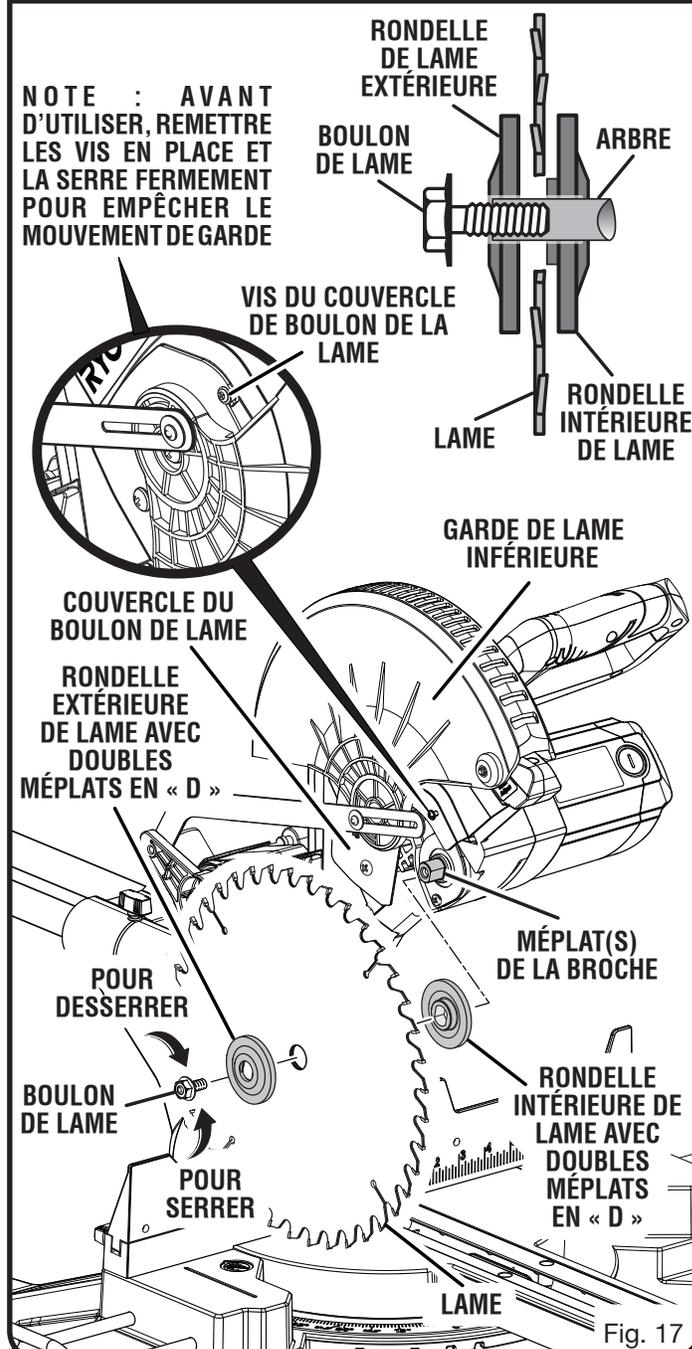

Fig. 17
- Engager la lame dans la garde inférieure et sur l'épaulement de la rondelle intérieure. Les dents doivent être orientées vers le bas à l'avant de la lame, comme le montre la figure 17.